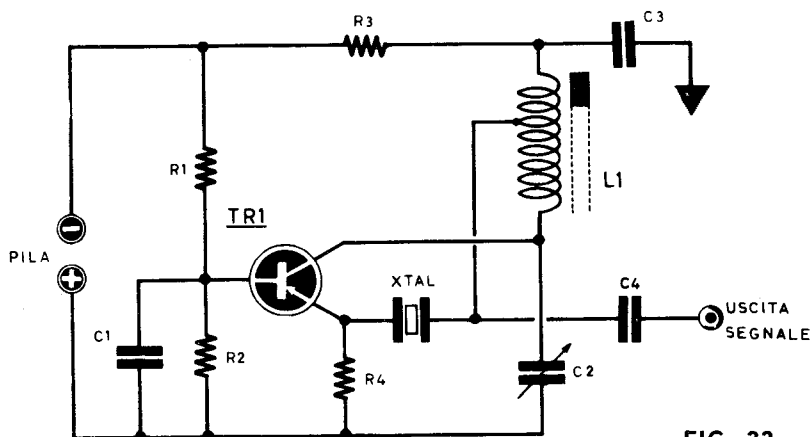

FIG. 33
- L1: bobina adatta alla gamma del quarzo (per 27 MHz, vedi fig. 33)
OSCILLATORE A QUARZO TIPO HARTLEY - FIG. 33